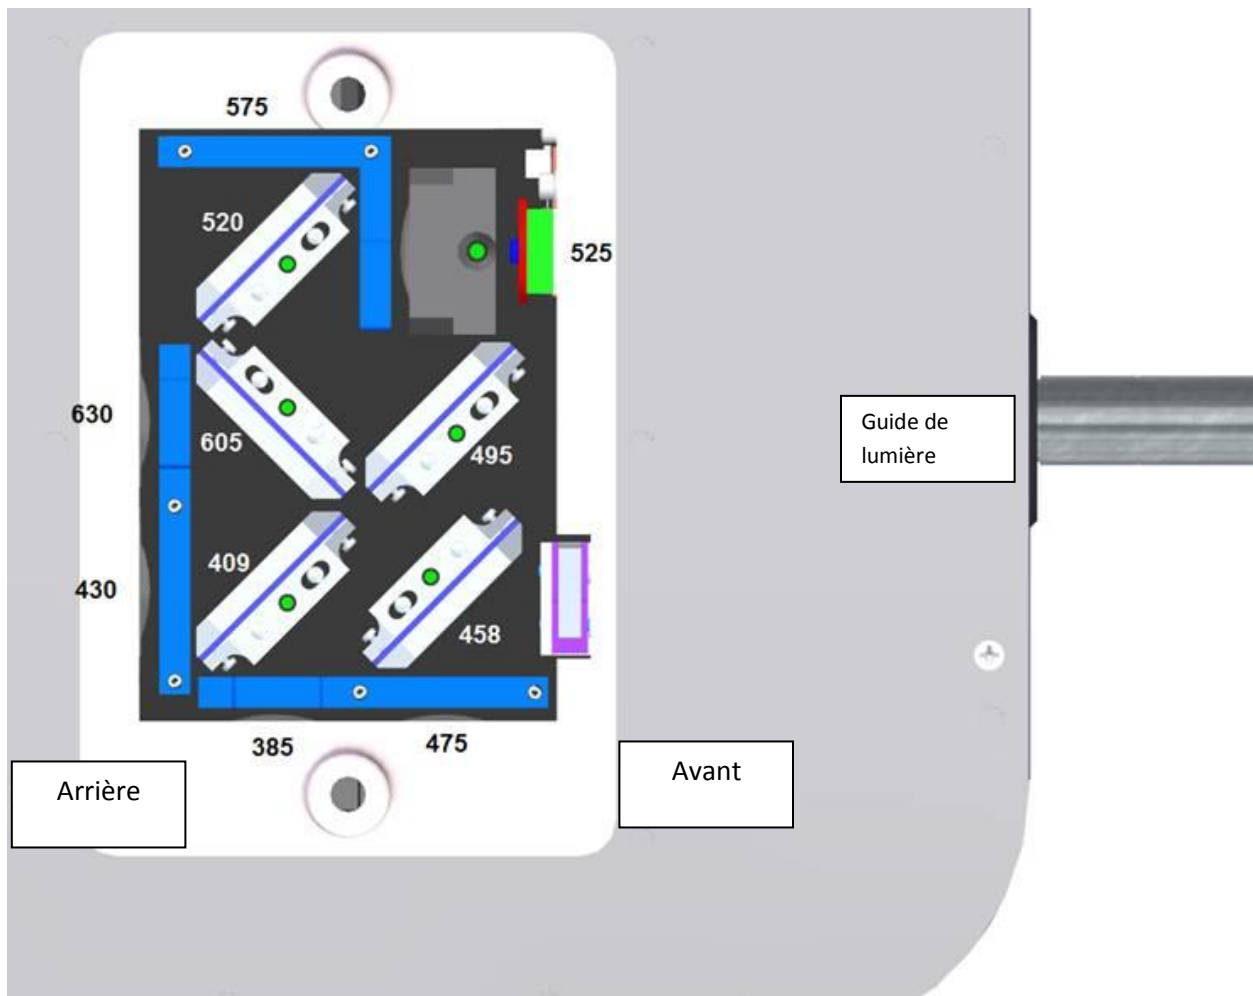

Figure 3 Placement interne des éléments dichroïques et des DEL
La DEL (numéros en noir) et les éléments dichroïques (numéros en blanc) qui les combinent sont positionnés tels qu'illustrés à la Figure 3.
- b. Référez-vous à la figure 3 pour déterminer l'emplacement d'une DEL spécifique.